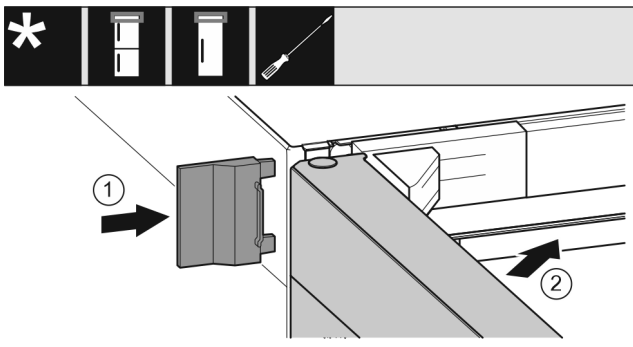

Fig. 23
- Äußere Abdeckung Fig. 23 (1) aufschieben.
- Obere Tür Fig. 23 (2) schließen.